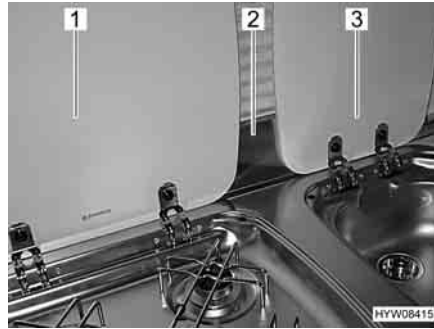

Fig. 166 Lastra proteggifiamma e coperture
Prima della cottura, agganciare la lastra proteggifiamma (Fig. 166,2) al telaio della finestra. La lastra proteggifiamma copre così l'area tra le coperture del lavandino (Fig. 166,3) e il fornello a gas (Fig. 166,1).
- Agganciare la lastra proteggifiamma (Fig. 166,2).
- Aprire la copertura del fornello a gas (Fig. 166,1).